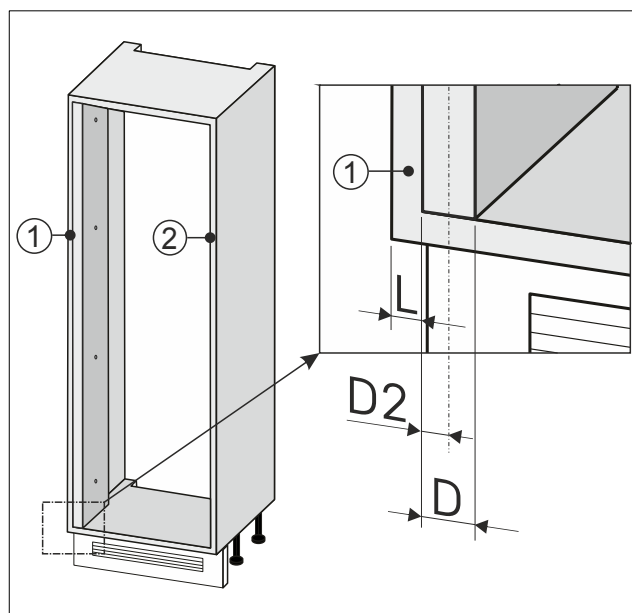

Fig. 89
- Notér den halve bredde Fig. 89 (D2) af vægudjævningen.